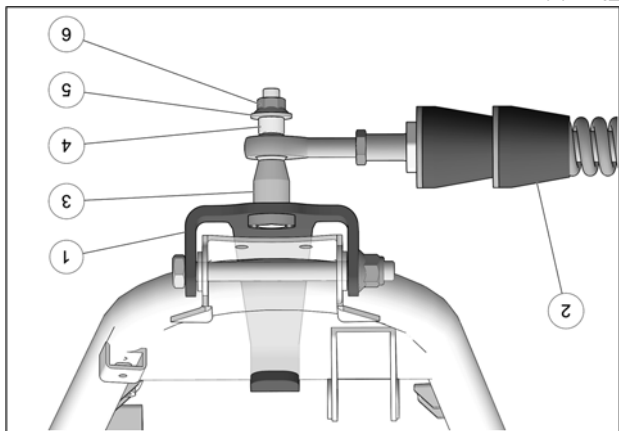

Fig. 11
10. Fixer le bras stabilisateur (2) au boulon déjà installé sur l'ancrage de suspension (1) à l'aide de l'espacer long (3), de l'espacer court (4), de la rondelle (5) et de l'écrou autobloquant (6). Serrer à un couple de 70 N•m [52 lb•pi]. Voir la Fig. 11